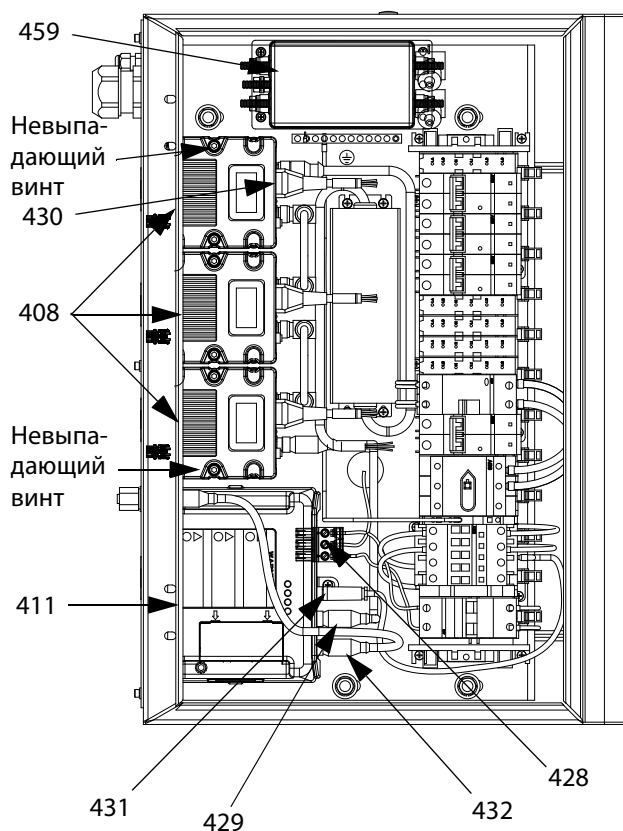
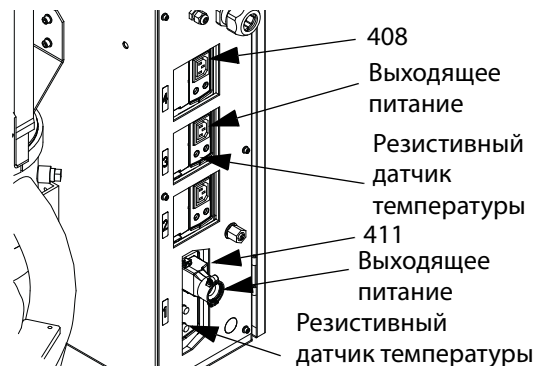

Рис. 48. Вид внутренней части электрического блока
Рис. 49. Вид задней части электрического блока
1. Откройте дверцу блока (402). Отсоедините указанные ниже кабели от маломощного модуля регулирования температуры (408).
- Входящий кабель блока питания (430)
- Исходящий кабель блока питания (см. Рис. 49)
2. Ослабьте оба невыпадающих винта (409), крепящих маломощный модуль регулирования температуры (408) к основанию (407); удалите маломощный модуль регулирования температуры. См. Рис. 48.
1. Откройте дверцу блока (402). Отсоедините выходящий кабель блока питания и кабель RTD от высокомощного модуля регулирования температуры (411). См. Рис. 49.
2. Снимите боковую панель электрического блока (436). См. раздел **Детали электрического блока** на стр. 90.
3. Отсоедините все четыре входящих кабеля (432, 428, 429, 431) от высокомощного модуля регулирования температуры. См. Рис. 48.
4. Извлеките оба винта (415), крепящих кронштейны (412, 413) высокомощного модуля регулирования температуры к электрическому блоку. Извлеките высокомощный модуль регулирования температуры. См. раздел **Детали электрического блока** на стр. 90.